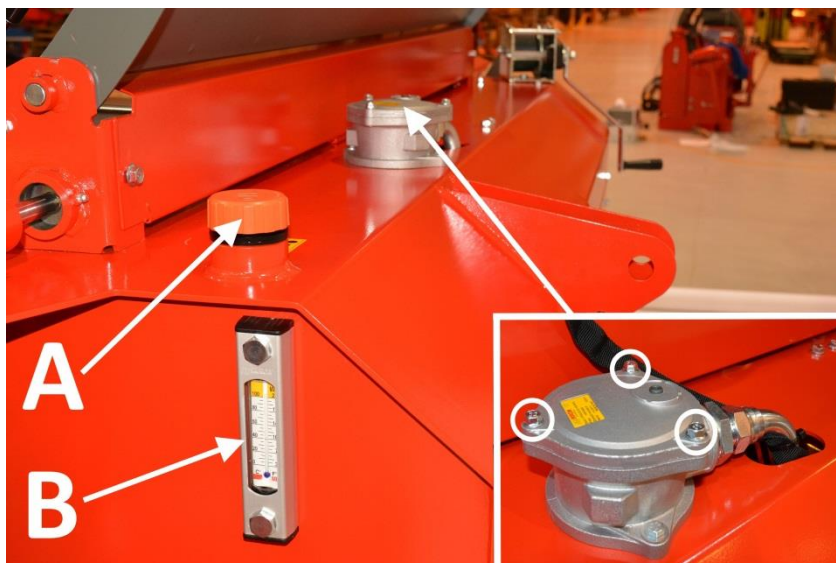

Bild 30.
2. Öppna påfyllningskorken A på bild 30.
3. Avlägsna bultarna som ringats in på bild 30, avlägsna filtrets lock och avlägsna det gamla hydraulfiltret.
6. Montera ett nytt filter på plats och stäng till slut filtrets lock med bultarna som ringats in på bild 30.
7. Kontrollera med mätaren B på bild 30 att oljenivån är nära maximinivån.